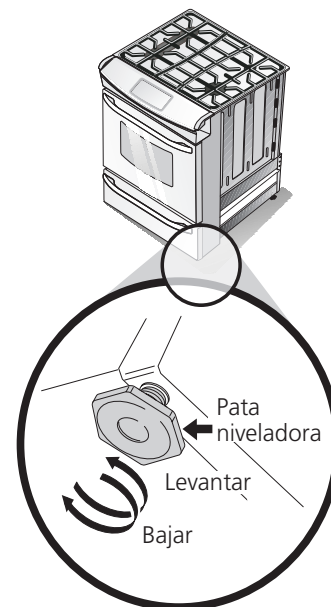

Figura 16
4. Nivele la estufa si es necesario ajustando las cuatro patas niveladoras con una llave (Ver la Figura 16 abajo). Se requiere un espacio libre mínimo de 1/8" (0.8 cm) entre la parte inferior de la estufa y los niveladores de las patas traseras para dejar espacio para los soportes antivuelco.